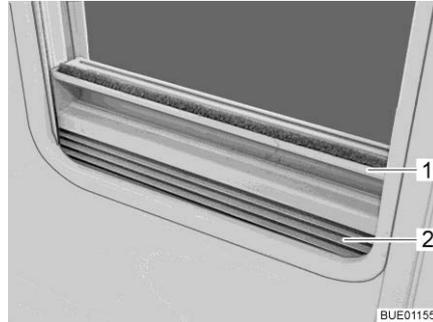

Fig. 70 Estor plegable
- Sujetar el estor plegable (Fig. 70,2) por el centro del agarradero (Fig. 70,1), tirar de abajo a arriba y soltarla a la altura deseada. El estor plegable se queda fijo a esta altura.